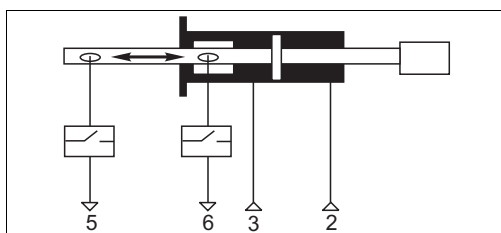

Fig. 11 : Autocollant sur le bloc de raccordement pneumatique
1. Référez-vous à l'étiquette (fig. 11) du bornier pneumatique pour raccorder les flexibles d'air comprimé.